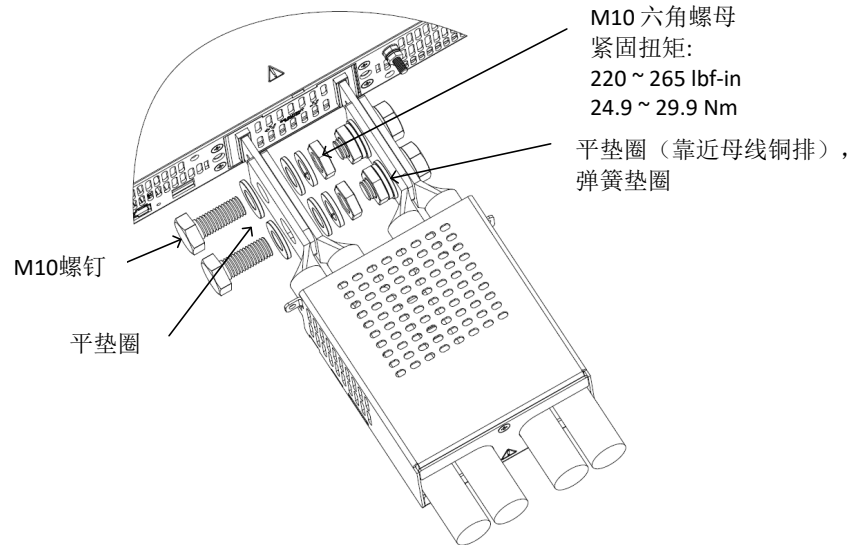

图 4-50：10V 3.4kW 和 5kW 导线安装
4. 将导线安装到母线上，如图 4-50 所示。在该机型中，不安装塑料护口。